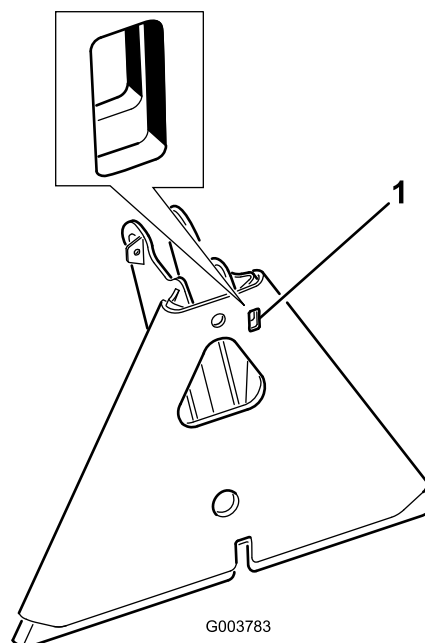

Figure 9
**Remarque:** Si l'adaptateur de l'accessoire se coince sur l'adaptateur du groupe de déplacement, insérez un levier/tournevis dans la fente prévue pour désengager les pièces (Figure 9).